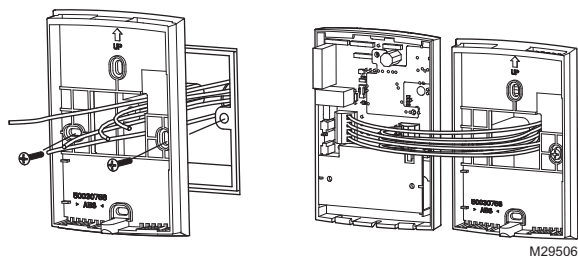

Fig. 3. Cableado del termostato.
2. Inserte los tornillos de montaje y apriete. Consulte la Fig. 3 a la izquierda.
3. Suelte los terminales de tornillo utilizados para la aplicación. Inserte los cables en el bloque de terminales y apriete cada terminal de tornillo. Consulte la Fig. 3 a la derecha.